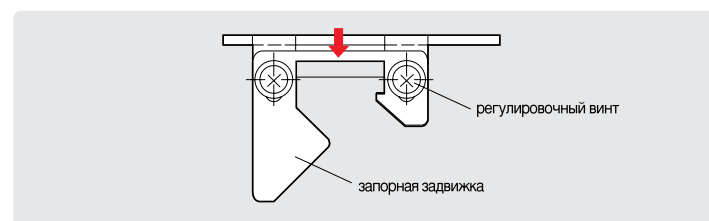

рис. 9
- Дверь щита закрывается не полностью. Это происходит, если расстояние между панелью двери и монтажным основанием очень мало. Ослабьте регулировочный винт блокировочной пластинки и сдвиньте ее в направлении, указанном стрелкой на рис. 9.